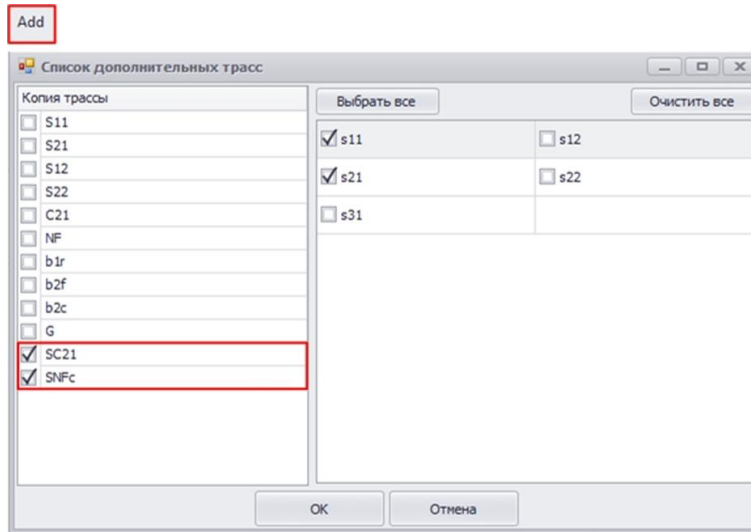

Рис. 46. Создание измерительных трасс для коэффициента шума и коэффициента преобразования
15. При необходимости отображения коэффициента преобразования, коэффициента шума, S – параметров на одной диаграмме необходимо в окне измерения S – параметров создайте необходимые измерительные трассы (рис. 46);